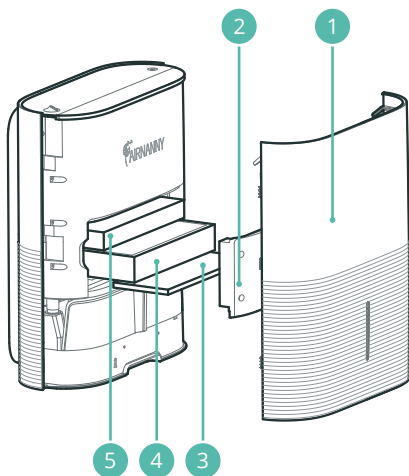

Рис. 21
Очистка префильтра (п. 3, рисунок 21): при его постоянной работе в режиме рециркуляции, производится не ранее одного раза в месяц. Очистку префильтра можно производить с помощью пылесоса и промывания водой. После очистки необходимо тщательно высушить префильтр. Высушенный префильтр готов к дальнейшей эксплуатации.
Замена фильтров HEPA H11 (п. 4, рисунок 21), HEPA H13 BabyCare (п. 4, рисунок 21) и Cellular Active CARBON (п. 5, рисунок 21) осуществляется не реже одного раза в год.
1. Снимите лицевую панель (п. 1, рисунок 21);
2. Снимите сервисную панель (п. 2, рисунок 21);
3. Извлеките из корпуса устройства все отработанные фильтры (п. 4 и 5, рисунок 21);